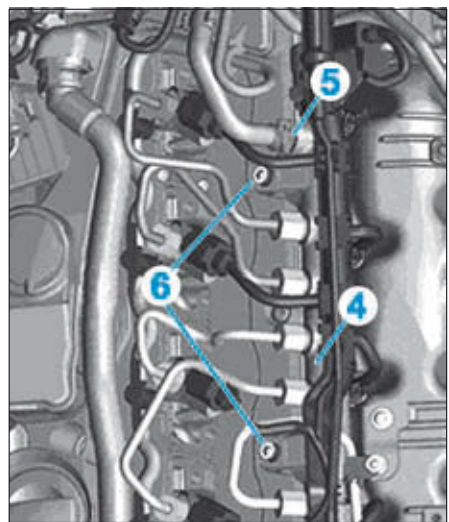

FIG. 40
- Débrancher la canalisation de retour du carburant (5) de la rampe commune (4) (Fig.40).
- les vis (6),
- la rampe commune (4).